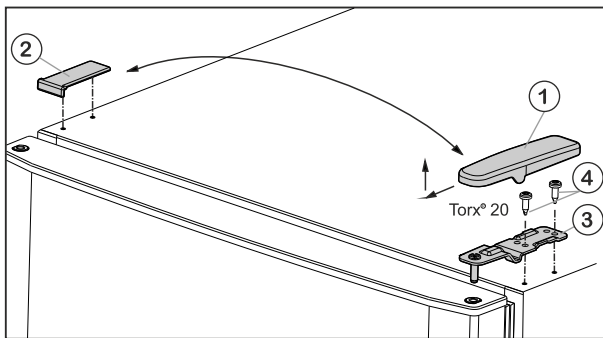
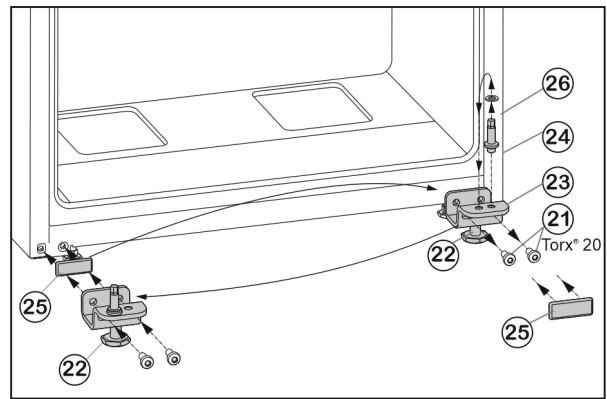

Fig. 5
Fig. 7
- ▶ Изтеглете покритието Fig. 5 (1) напред и нагоре.
- ▶ Свалете покритието Fig. 5 (2).
- ▶ Развийте горната лагерна стойка Fig. 5 (3) с (2 x Torx® 20) Fig. 5 (4) и издърпайте нагоре.
- ▶ Развийте закрепващите винтове Fig. 7 (21).
- ▶ Свалете долната лагерна опора Fig. 7 (23) заедно с лагерния болт Fig. 7 (24), шайбата Fig. 7 (26) и крака Fig. 7 (22).
- ▶ Развийте лагерния болт Fig. 7 (24) заедно с шайбата Fig. 7 (26), поставете го в срещуположния отвор за лагерната опора и го завийте отново.
- ▶ Внимателно свалете покриващата плоча Fig. 7 (25) и я преместете на срещуположната страна.
- ▶ Отново завийте долната лагерна опора Fig. 7 (23) заедно с лагерния болт Fig. 7 (24), шайбата Fig. 7 (26) и крака Fig. 7 (22) върху новата страна на пантите, евент. с помощта на акумулаторна отвертка (с 4 Nm).
- ▶ Поставете долната врата отгоре върху лагерния болт Fig. 7 (24).
- ▶ Поставете средната лагерна опора (13) завъртяна на 180° в долната врата и я завийте със закрепващите винтове (11) (2 x Torx® 20) върху новата шарнирна страна (с 4 Nm).
- ▶ Поставете отново пластмасовия диск (10).
- ▶ Поставете горната врата върху лагерната опора в средата (13).
- ▶ Поставете горната лагерна опора Fig. 5 (3) върху новата страна на шарнира във вратата.
- ▶ Затегнете горната лагерна опора **здраво (с 4 Nm)** (2 x Torx® 20) Fig. 5 (4). Евентуално използвайте акумулаторна отвертка.
- ▶ Поставете капака Fig. 5 (1) от срещуположната страна отвън и го фиксирайте.
- ▶ Поставете капака Fig. 5 (2) също от срещуположната страна отгоре и го фиксирайте.
- ▶ Развийте крака Fig. 7 (22) на лагерната опора долу Fig. 7 (23), докато опре върху пода.